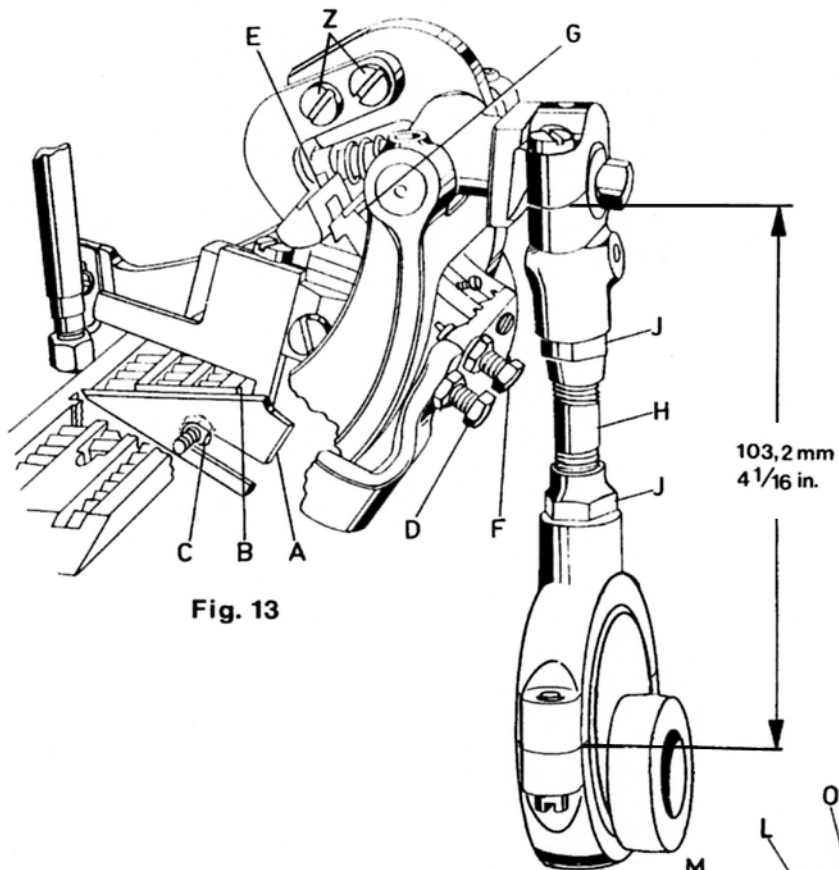
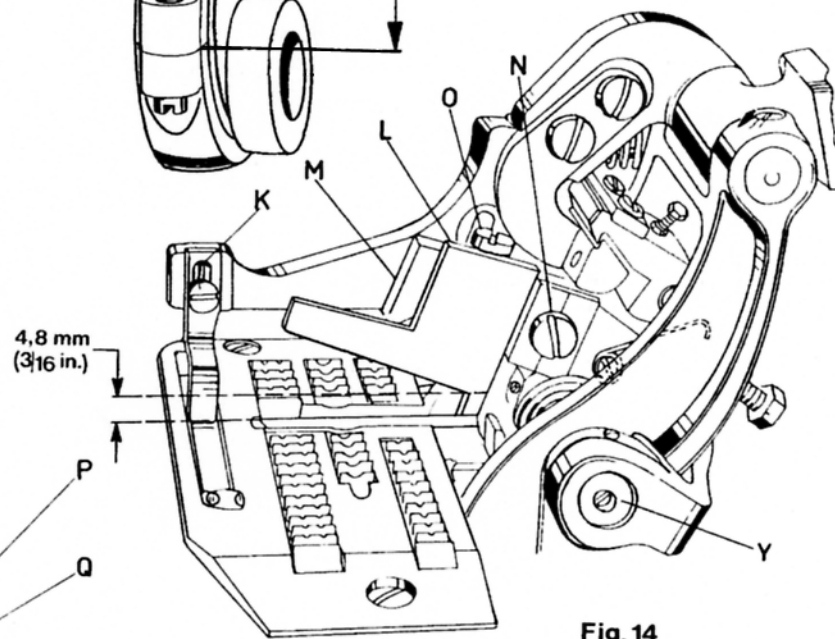
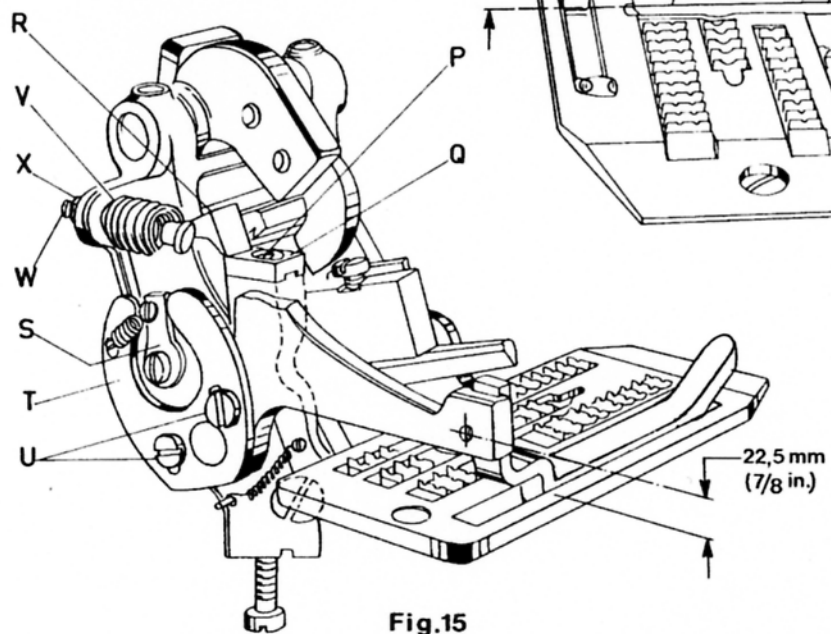

Fig. 13
Fig. 14
Fig. 15
2. Lay the throat plate temporarily on its seat. Loosen the hexagonal head adjusting screw (D, Fig. 13) and set so that the distance between top surface of throat plate and the center of thread hole for fastening the actuating shoe is 22.5 mm (7/8 in.) (see Fig. 15). Retighten screw (D, Fig. 13) with lock nut.
3. Set the lower knife (A, Fig. 13) so that the cutting edge is even with the top of throat plate (B) and tighten it in this position with the hexagonal head screw (C). Reassemble needle guard, feed dog and throat plate.
4. Assemble actuating shoe (K, Fig. 14) and set it so that the top surface of actuating shoe is even with the top surface of throat plate.
5. With a screwdriver, press the spring loaded knife lever shaft (Y, Fig. 14) to the rear and insert upper knife (L) in upper knife lever (M). Raise the upper knife as high as it will go, until the back of the knife cutting edge stops on the knife lever. Tighten the clamp screw (N) slightly.
6. Loosen screw (P, Fig. 15) and move shoe (Q) to extreme left. Turn handwheel until pawl (E, Fig. 13) is at its lowest position. Turn screw (F) until the edge of ratchet block (G) snaps over the edge of pawl (E), then add 1/4 to 1/2 turn more to ensure adequate clearance under operating conditions. Retighten the lock nut of the screw (F). If screw (F) is turned too far the mechanism will not work. Small differences can be equalized when loosening screws (Z) and adjusting the pawl (E) accordingly. Retighten screws (Z) firmly.
7. Move shoe (Q, Fig. 15) to the right so that pawls (R) will rest on the extreme right end of shoe. Shoe should have polished end to the right and point of pawls may overlap slightly over outside to insure trigger action during operation of machine.
2. Legen Sie die Stichplatte vorübergehend auf ihre Auflage. Lösen Sie die Sechskant-Einstellschraube (D, Fig. 13) und stellen Sie sie so, daß der Abstand zwischen Stichplattenoberfläche und Mitte Gewindebohrung zur Tasterbefestigung 22,5 mm beträgt (Siehe Fig. 15). Ziehen Sie die Schraube (D, Fig. 13) mit der Gegenmutter fest.
3. Stellen Sie das Untermesser (A, Fig. 13) so ein, daß seine Schneide mit der Oberfläche der Stichplatte (B) bündig ist und ziehen Sie es in dieser Stellung mit der Sechskantschraube (C) fest. Bauen Sie Nadelanschlag, Transporteur und Stichplatte wieder ein.
4. Montieren Sie den Taster (K, Fig. 14) und stellen Sie ihn so ein, daß die obere Fläche des Tasters mit der Oberseite der Stichplatte bündig ist.
5. Drücken Sie mit einem Schraubendreher die gefederte Messerhebelwelle (Y, Fig. 14) nach hinten und setzen Sie das Obermesser (L) im Messerhebel (M) ein. Schieben Sie das Messer im Hebel so weit wie möglich nach oben bis der Rücken der Messerschneide am Messerhebel anschlägt. Ziehen Sie die Klemmschraube (N) leicht an.
6. Lösen Sie die Schraube (P, Fig. 15) und schieben Sie den Schaltschuh (Q) ganz nach links. Drehen Sie das Handrad bis der Mitnehmer (E, Fig. 13) seine tiefste Stellung erreicht hat. Drehen Sie die Schraube (F) bis die Kante der Klinke (G) über die Kante des Mitnehmers (E) schnappt. Drehen Sie die Schraube (F) um 1/4 bis 1/2 Umdrehung weiter, damit beim Betrieb ausreichend Spielraum vorhanden ist. Ziehen Sie die Gegenmutter der Schraube (F) wieder an. Wenn die Schraube (F) zu weit gedreht wird, arbeitet der Mechanismus nicht. Kleine Unterschiede können nach Lösen der Schrauben (Z) und durch entsprechendes Verstellen des Mitnehmers (E) ausgeglichen werden. Ziehen Sie die Schrauben (Z) wieder gut an. Wenn die Kanten von Mitnehmer und Klinke nicht ineinander eingreifen, so kann es notwendig werden, die Verbindungsstange (H) mit den Feststellmutter (J) nachzustellen. Der richtige Abstand von Mitte zu Mitte Lagerschale beträgt 103,2 mm. Bei einzelnen Bandabschneidern kann wegen geringfügiger Summierung von Fertigungstoleranzen eine leicht abweichende Einstellung notwendig werden.
7. Schieben Sie den Schaltschuh (Q, Fig. 15) nach rechts, so daß die Spitze der Schalt Nase (R) am äußersten rechten Ende des Schaltschuhs aufliegt. Das polierte Ende des Schaltschuhs muß rechts sein und die Spitze der Schalt Nase soll die Schaltschuhaußenkante leicht überlappen, damit beim Betrieb der Maschine eine Schnepferwirkung gewährleistet ist.
8. When actuating shoe (K, Fig. 1e) is raised slightly, trip dog (S, Fig. 15) should allow pawl (R) to slide off shoe (Q) and the cutting action is released within 1 1/2 turn or less of the handwheel.
Raise actuating shoe (K, Fig. 14) slightly and turn handwheel in operating direction until upper knife (L) is in its lowest position. Left at the tip of the knives, the cutting edge of the upper knife should overlap the cutting edge of the lower knife by 1 mm (.040 in.)
When open there should be about 4.8 mm (3/16 in.) opening, right at the pilot of the upper knife (see Fig. 14).
NOTE: When the knives (A, Fig. 13) and L, Fig. 14) are resharpened, their adjustment is maintained by only raising and lowering them in their holders, according to the stock removed while grinding.
9. The position of the tape cutter actuating shoe (K, Fig. 14) determines the length of tape extending beyond the bag at the start of closure. The extending length of tape at the finish of closure is not adjustable. Raising the actuating shoe in its slot shortens the extending length of tape on start of closure, lowering the shoe lengthens it.
Also the trip dog operating cam (T, Fig. 15) can be retarded or advanced to vary the length of the tape at the start of closure. Loosen screws (U) and turn the operating cam (T) toward the handwheel end of machine to shorten the extending length of tape and in the opposite direction to lengthen it. Retighten screws (U).
The actuating shoe tension spring (V, Fig. 15) is adjustable for various weights of material. Use screw (W) and lock nut (X) to make this adjustment. The tension should be just strong enough to press the actuating shoe down, back to its home position.
8. Wird der Taster (K, Fig. 14) leicht angehoben, bewirkt der Schaltnocken (S, Fig. 15), daß die Schaltase (R) vom Schaltshuh (Q) heruntergleitet, innerhalb von 1 1/2 Handradumdrehungen oder weniger, wird der Schneidvorgang ausgelöst. Überprüfen Sie ob die Messer auf der ganzen Länge schneiden.
Heben Sie den Taster (K, Fig. 14) leicht an und drehen Sie am Handrad in Nährungsrichtung bis das Obermesser (L) in seiner untersten Stellung ist. Links an der Spitze der Messer soll die Schneide des Obermessers die Schneide des Untermessers um 1 mm überlappen.
In geöffnetem Zustand soll rechts am Führungszapfen des Obermessers ein Durchgang von etwa 4,8 mm sein (siehe Fig. 14).
BEACHTEN SIE: Wenn die Messer (A, Fig. 13) und (L, Fig. 14) nachgeschliffen werden, bleibt ihre Einstellung erhalten. Sie müssen nur in ihren Haltern höher und tiefer gestellt werden, entsprechend dem beim Schärfen abgeschliffenen Werkstoff.
9. Die Lage des Tasters (K, Fig. 14) bestimmt die überstehende Bandlänge am Anfang des Sackes. Die überstehende Bandlänge am Sackende ist nicht einstellbar.
Auch die Schaltnockenkurve (T, Fig. 15) kann etwas vor- oder zurückgestellt werden, um die Länge des überstehenden Bandes am Anfang des Sackes zu verändern. Lösen Sie dazu die Schrauben (U) und drehen Sie die Kurve (T) auf die Handradseite der Maschine zu; dies verkürzt die überstehende Bandlänge. Drehen in entgegengesetzter Richtung verlängert sie. Ziehen Sie die Schrauben (U) wieder an.
Die Druckfeder (V, Fig. 15) für den Taster kann auf die verschiedenen Materialstärken eingestellt werden. Die Einstellung wird mit Schraube (W) und Gegenmutter (X) gemacht. Der Druck soll gerade stark genug sein, um den Taster wieder nach unten, zurück in seine Ausgangsstellung zu bringen.